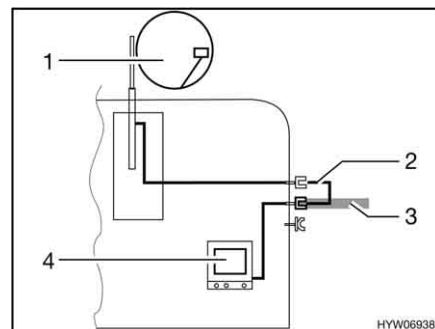

Fig. 186 Televisão no veículo
- Televisão no veículo (Fig. 186,4): Ligação da antena exterior (Fig. 186,1) com cabo de ligação (Fig. 186,2)
- Televisão no veículo (Fig. 186,4): Ligação à antena exterior (Fig. 186,3)